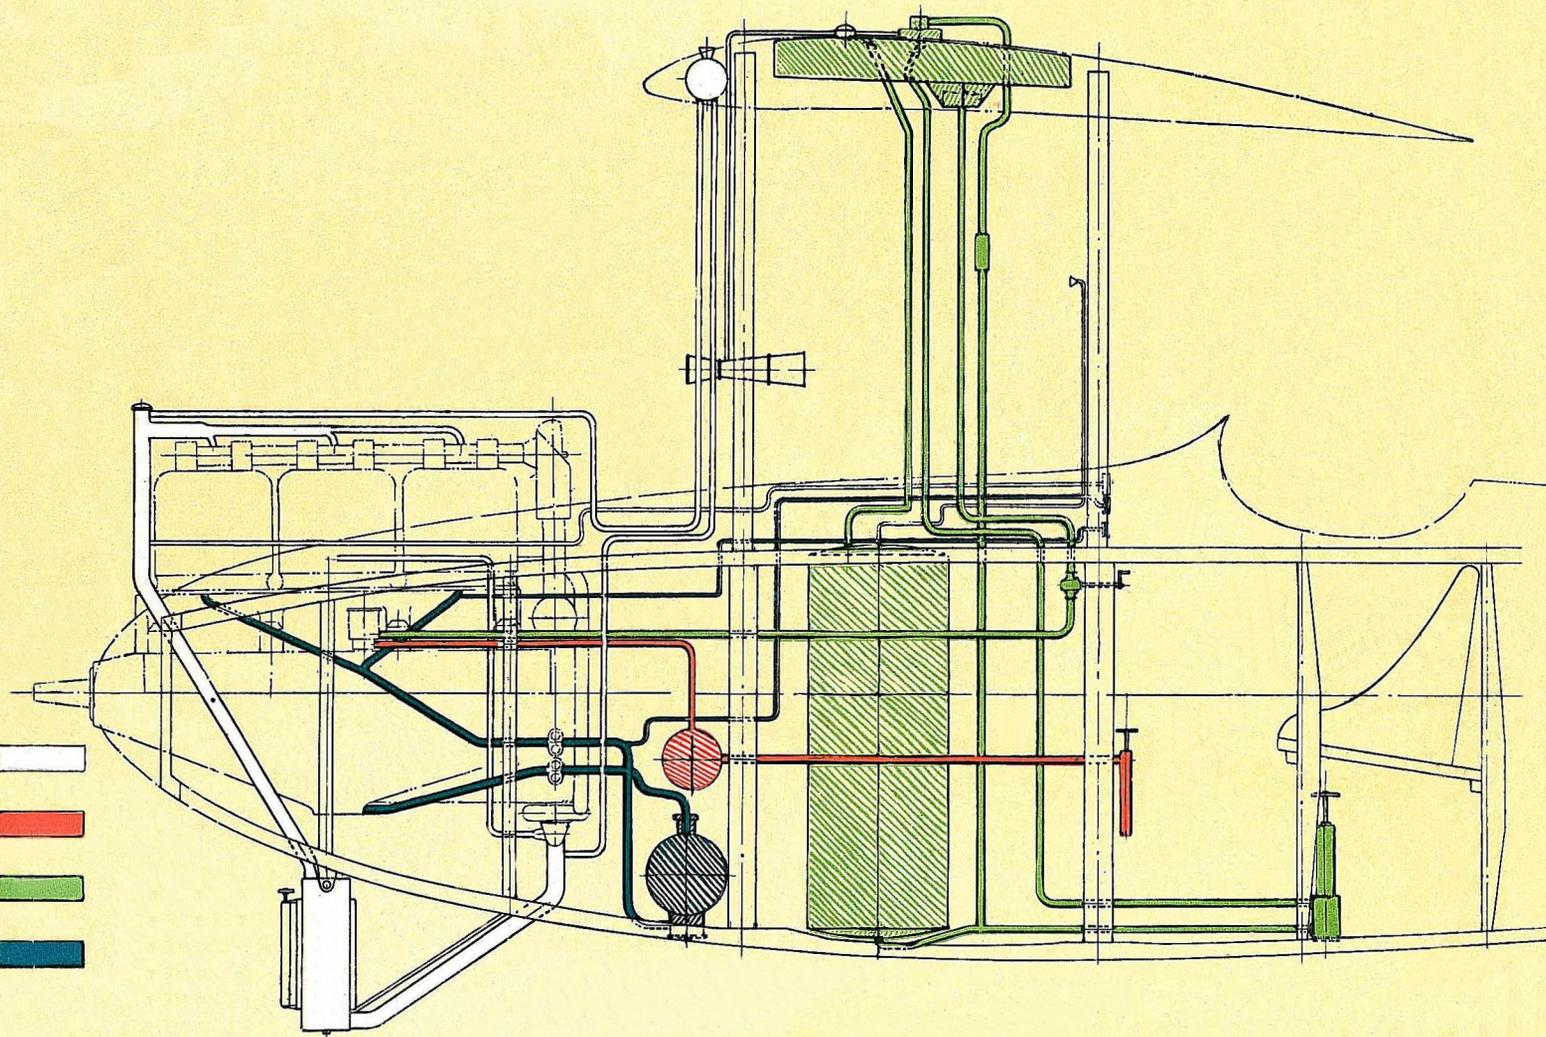

FIG. 17 - CIRCOLAZIONI
Dai due serbatoi, principali alloggiati in fusoliera, la benzina, aspirata da un alimentatore Weymann è inviata nella « nourrice » alloggiata nell'ala centrale. Un « viseur » inserito sul tubo di aspirazione segnala al pilota il funzionamento dell'alimentatore. Dalla « nourrice » la benzina scende per gravità ad alimentare il carburatore. (fig. 17).
Dal radiatore l'acqua è aspirata dalla pompa che la invia a raffreddare il motore. Da questo esce per ritornare al radiatore. (fig. 17).
c) della tubazione per l'anidride carbonica dalle capsule al serbatoio e della tubazione per il liquido dal serbatoio al carburatore. (fig. 17).